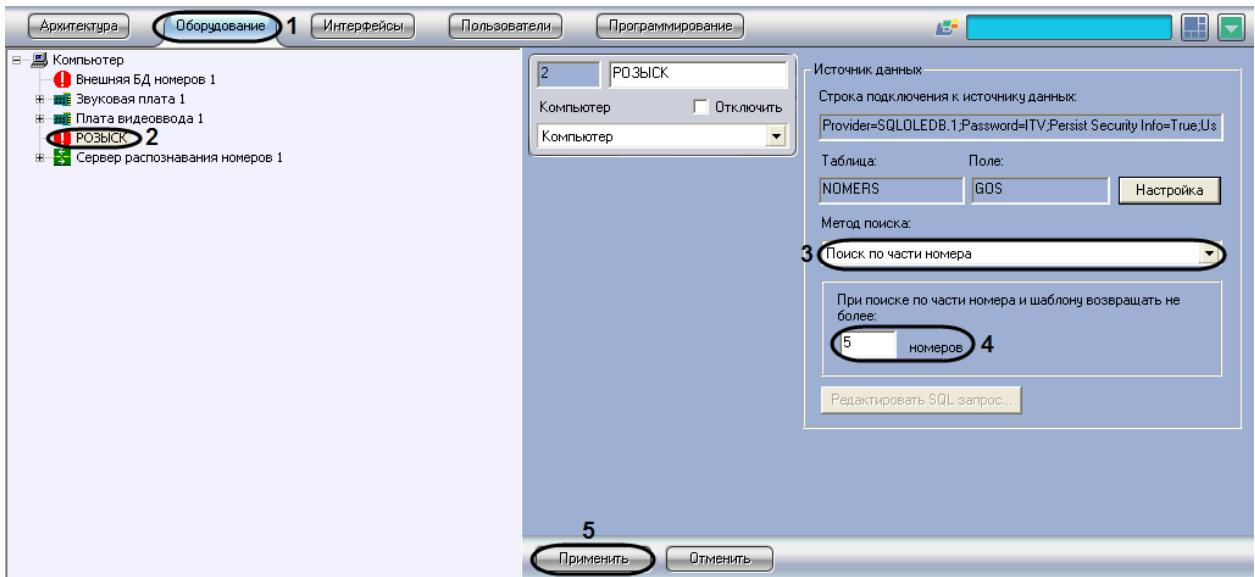

Рис. 7.5—11. Выбор метода поиска «Поиск по части номера» или «Поиск по шаблону»
- Выбрать в дереве объект «Внешняя БД номеров» (Рис. 7.5—11, 2).
- Из списка «Метод поиска» выбрать значение «Поиск по части номера» или «Поиск по шаблону» (см. Рис. 7.5—11, 3).
- В поле «При поиске по части номера или шаблона возвращать не более ... номеров» ввести максимальное количество номеров, возвращаемое при поиске по части номера или номерному шаблону во внешней базе данных номеров (см. Рис. 7.5—11, 4).